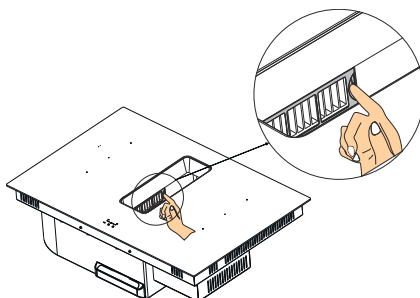

Fig. 10
3. ➤ Dra ut kolfilterenheten enligt bilden (fig. 10).